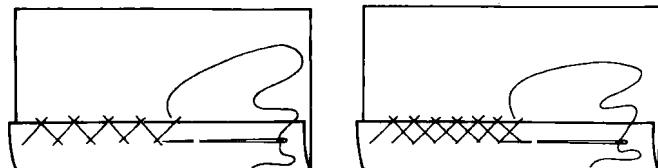

图 1-15
**操作：**第一针起针，要把线结藏在折边里，将针插入距毛边约 0.7cm 的位置，第二针向后退斜缝在折边边沿的下层，即衣料的反面，挑穿一两根布丝，不要缝透针。第三针与第一、二针成斜三角形，这样循序退步操作。见图 1-15。